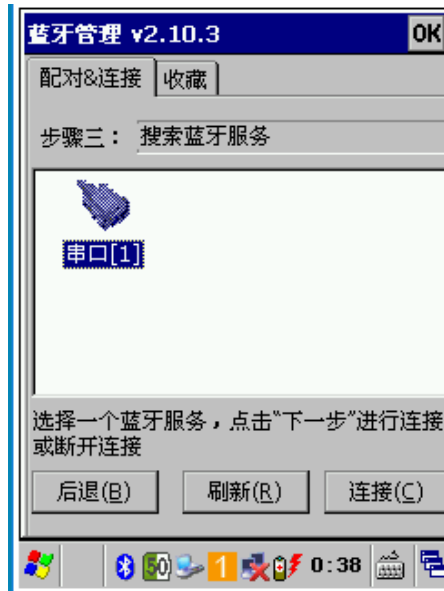

图 4.3
B. 如图 4.3 所示提供发现使能、认证使能及图 4.4 所示提供虚拟串口等服务。